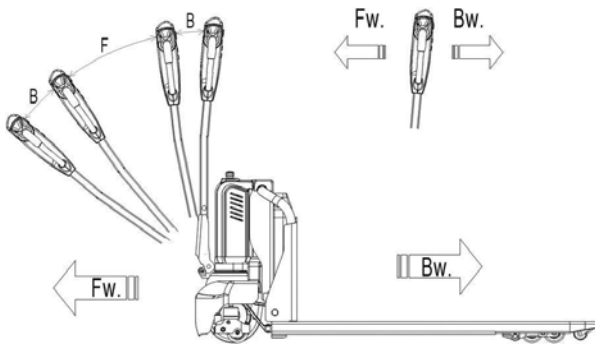

Fig. 8: Marcha adelante/atrás
Paso 5: Después de haber puesto en marcha la carretilla elevadora eléctrica introduciendo la llave, llevar el timón a la zona de trabajo ("F", Fig. 8). Gire la manija del gas en la dirección deseada hacia adelante "Fw". o hacia atrás "Bw". (Fig. 8).